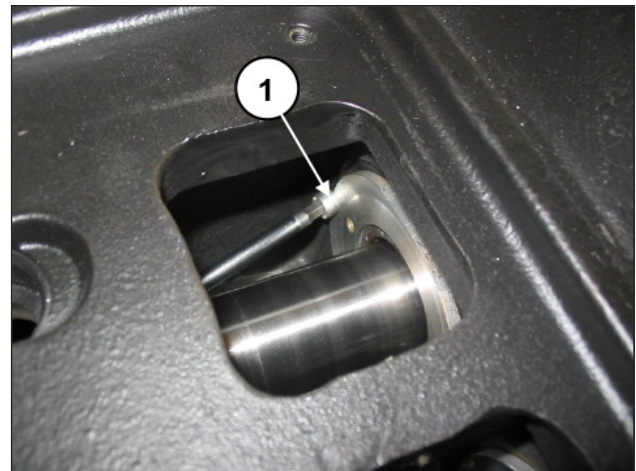

Abb. 113
Lösen Sie die zwei Befestigungsschrauben des Ölabbstreifring-Deckels (Pos. ①, Abb. 113).